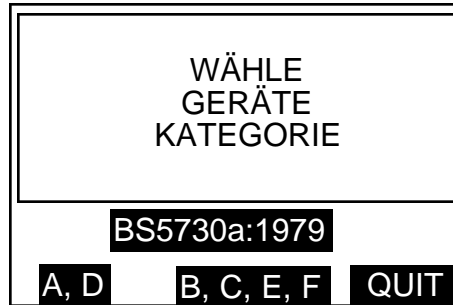

Abbildung 64: Anzeige für Wahl der BS5730a-Gerätekategorie
2. Wählen Sie aus dem Hauptmenü BS5730a. Daraufhin erscheint eine Anzeige wie in Abbildung 64.